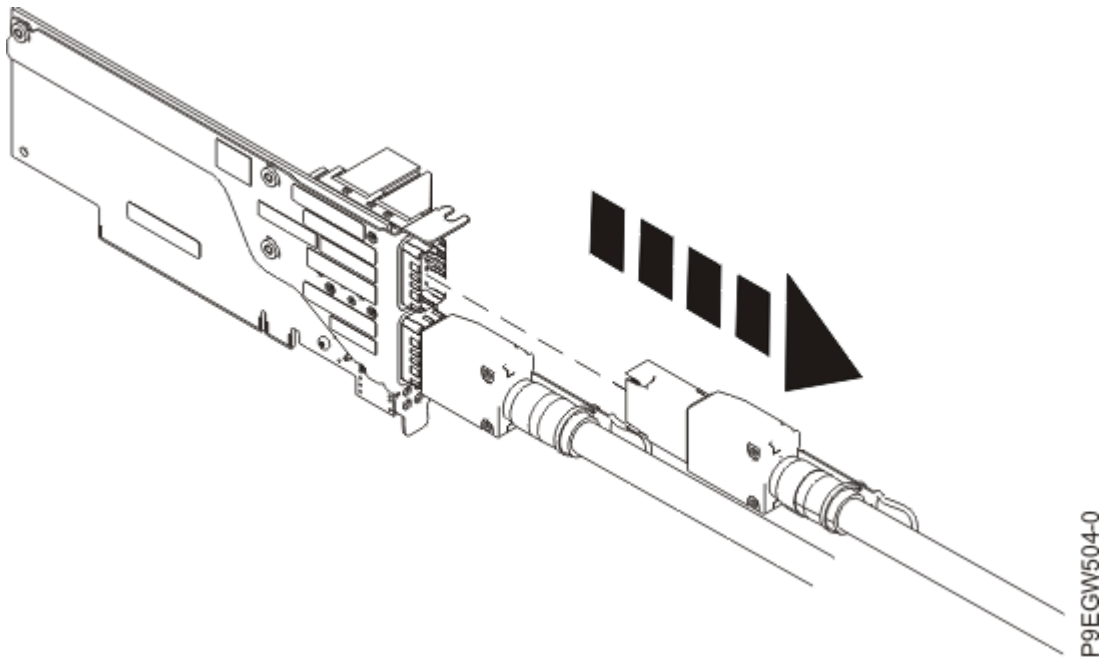

图 4: 从主机系统上的电缆适配器端口卸下扩展抽屉电缆
5. 要从主机系统拔下扩展抽屉电缆，请握住抽拉片并从主机系统上的电缆适配器端口拔出扩展抽屉电缆，如 第 15 页的图 4 中所示。